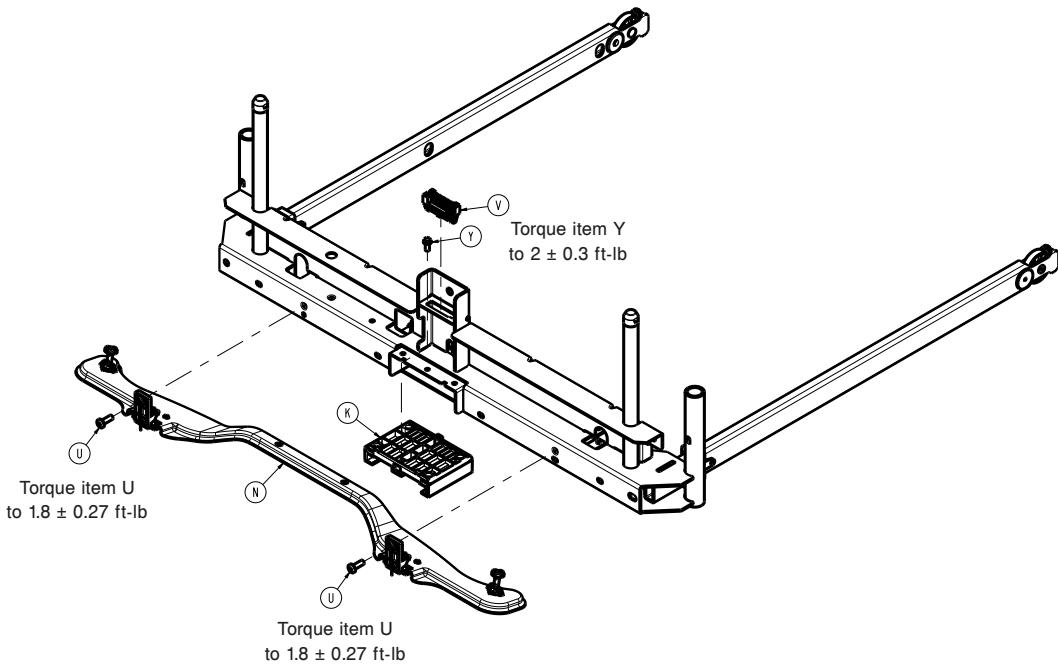

Figure 39 – Remplacement du connecteur du plan de couchage du pied du lit
12. Déclipser le câble du connecteur borgne (V) (Figure 39).
13. Appuyer sur les languettes de verrouillage des connecteurs borgnes des côtés gauche et droit (V) pour libérer le connecteur du châssis du côté pieds (Figure 39).